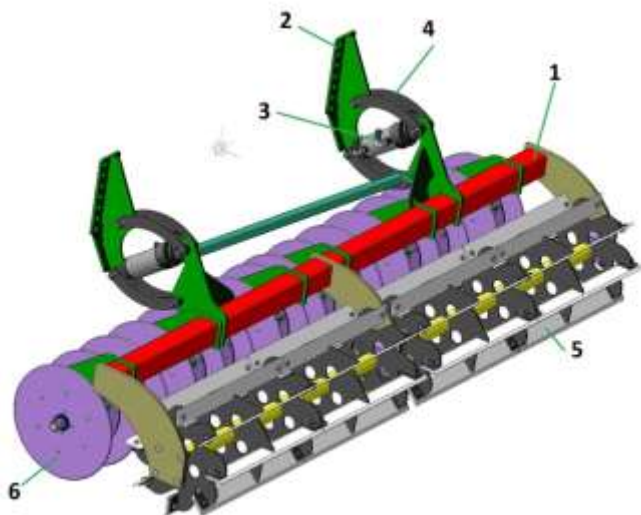

Рисунок 4 – Передняя секция
3.4 Передняя секция (рис. 4) состоит из рамки 1, соединенной с кронштейном крепления к крылу 2 при помощи цилиндров 3 и кронштейнов 4. Спереди на рамке секции установлен ножевидный каток 5, за ним дисковая батарея 6. Гидроцилиндры при работе подключены к гидроаккумулятору (см. приложение А) что позволяет секции демпфировать ударные нагрузки.